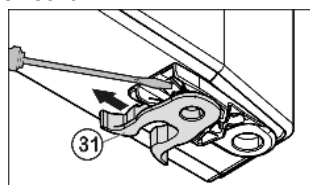

Fig. 11
- ▶ Decuplați clema elastică Fig. 11 (31): Împingeți în jos dispozitivul de blocare, trageți deasupra clema elastică.